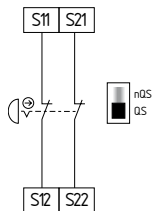

Fig. 11
**Circuito de parada de emergência de dois canais com dispositivos de comando conforme EN ISO 13850 e EN 60947-5-5 (ver Fig. 11)**